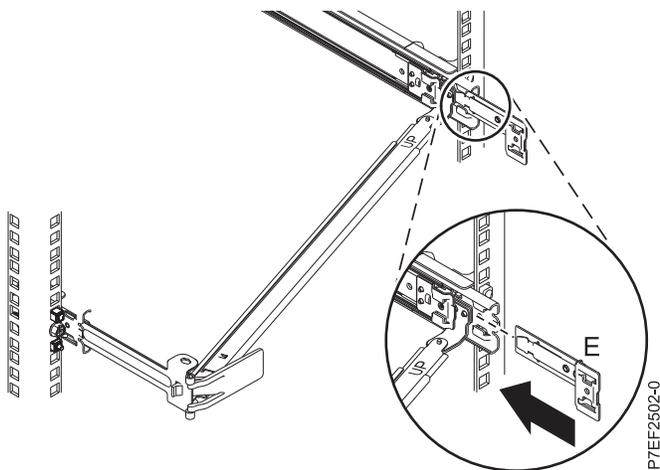

Figura 13. Instalación de la abrazadera de extensión en el riel deslizante
5. Deslice la abrazadera de extensión (E) en el riel deslizante derecho hasta que la patilla accionada por resorte quede encajada en su sitio. Para obtener detalles, consulte la Figura 13.